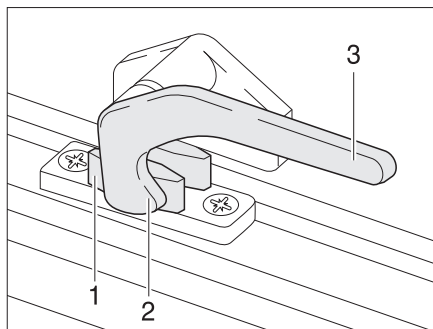

Fig. 38 Leva di serraggio in posizione "Chiuso"
- Ruotare la leva di serraggio (Fig. 38,3) di un quarto di giro verso il centro della finestra.
- Ruotare la leva di serraggio (Fig. 38,3) di un quarto di giro verso il telaio della finestra. Il nasello di chiusura (Fig. 38,2) si trova sul lato interno della chiusura della finestra (Fig. 38,1).
- In posizione "Completamente chiusa" (Fig. 38).